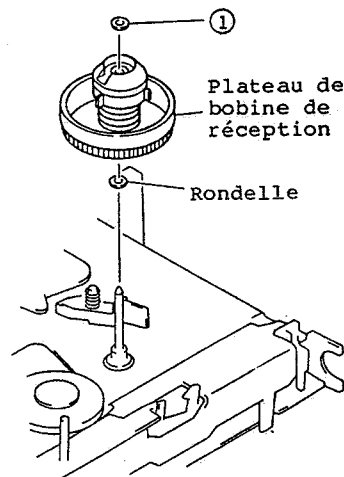

Fig. 2-71
1. Retirer une (1) rondelle immobilisant le plateau de bobine de réception. (Se reporter à la figure 2-71)